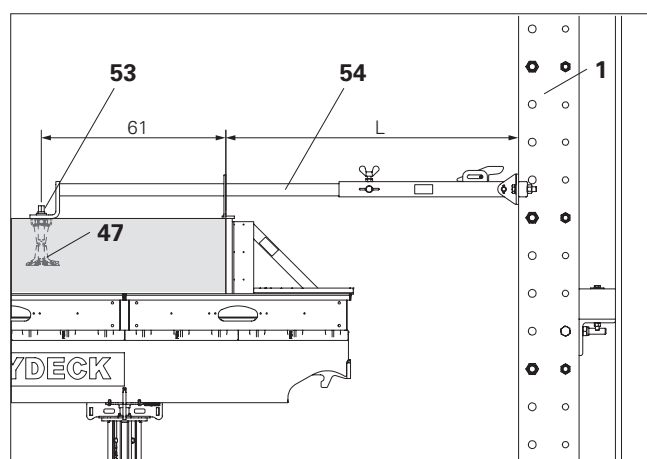

Fig. D1.01
4. Serrare le viti ad alette (**54.1**). (Fig. D1.01 + D1.02)